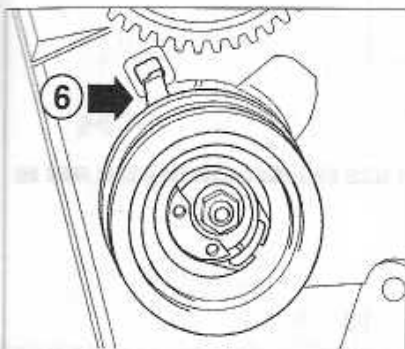

FIGURE 1-12
Il est recommandé de changer galet tendeur et galet enrrouleur lors de l'échange de la courroie de distribution. Le galet tendeur neuf doit être fixé dans la même position que celui usagé avec la cheville de blocage (D). Veiller à placer correctement l'ergot (6) du galet tendeur dans le carter arrière de distribution (figure 1-12).